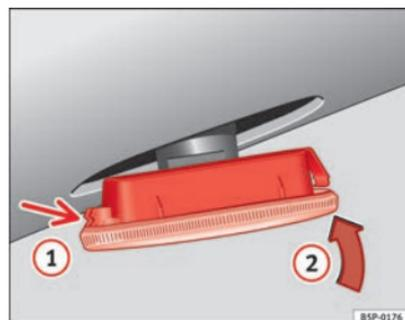

Fig. 223 Intermitente lateral
- Coloque el intermitente en primer lugar en el orificio de la carrocería, encajando las pestañas ⇒ fig. 223, flecha ①.
- Encaje la lámpara como indica la flecha ② ⇒ fig. 223.